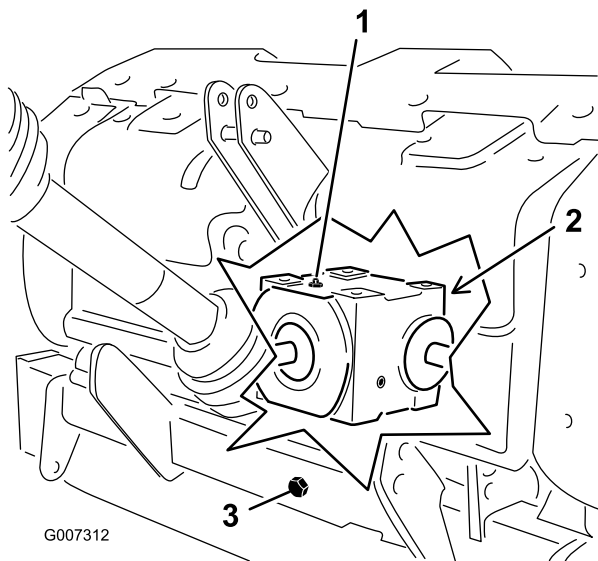

Figura 27
2. Togliete il tappo di controllo dalla scatola ingranaggi (Figura 27).
3. Verificate che l'olio arrivi alla base del foro del tappo di controllo della scatola ingranaggi (Figura 27).
1. Pulite la sporcizia dal tappo di riempimento e dal tappo di spurgo per evitare contaminazioni (Figura 27).